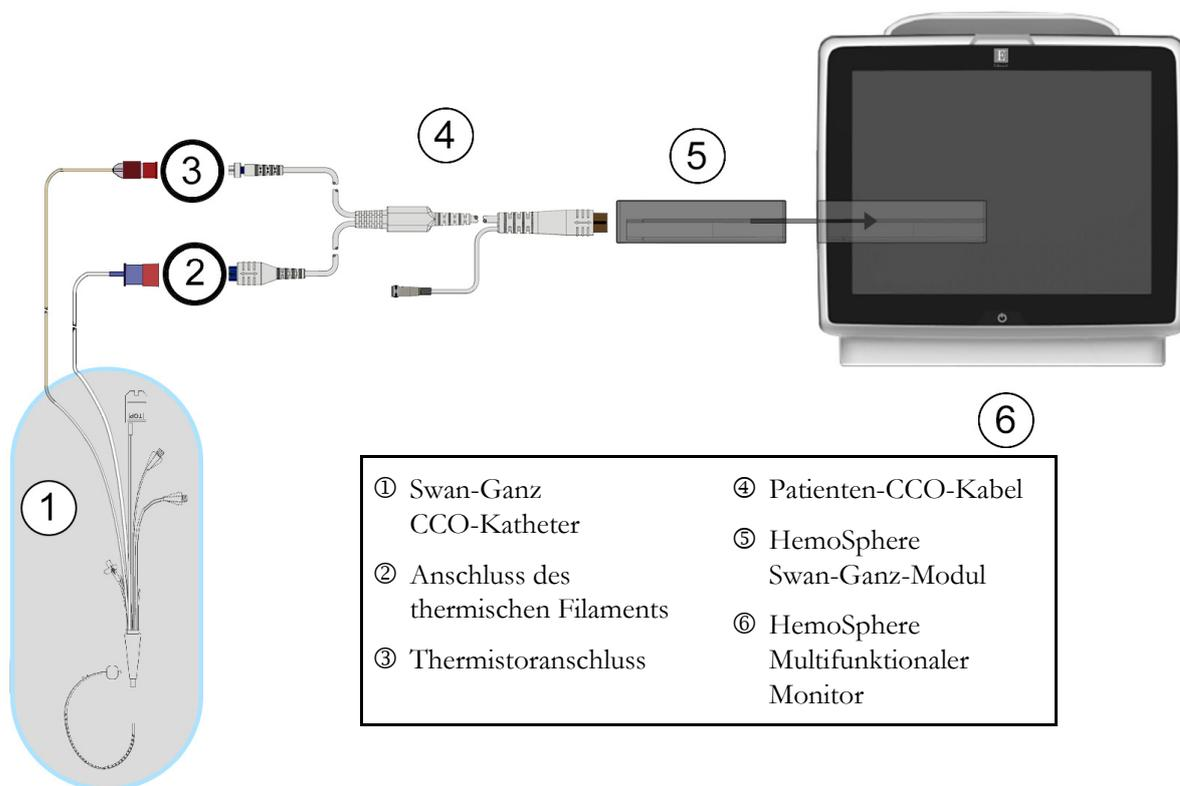

Abbildung 9-4 Übersicht der Anschlüsse für die CO-Überwachung
- 2 Schließen Sie das Katheterende des Patienten-CCO-Kabels an den Thermistoranschluss und die Anschlüsse des thermischen Filaments des Swan-Ganz CCO-Katheters an. Diese Anschlüsse sind in mit ② und ③ gekennzeichnet. Abbildung 9-4 auf Seite 166.